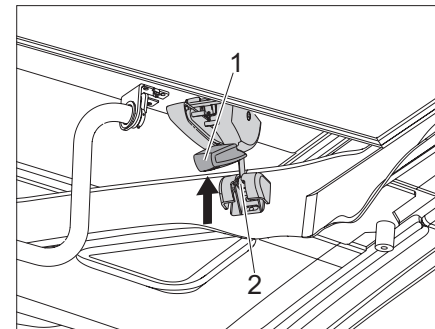

Fig. 43 Serrer les systèmes de verrouillage
- ▶ Avant le trajet, vérifier que les crochets de verrouillage des dispositifs de verrouillage (Fig. 43,1) à gauche et à droite sont correctement tendus. Si nécessaire, ajuster le verrouillage selon les instructions du fabricant SCA.
- ▶ Pousser le boulon (Fig. 43,2) dans le support.
- ▶ Appuyer sur les systèmes de verrouillage (Fig. 43,1) à gauche et à droite vers le haut.
- ▶ Vérifier que le boulon (Fig. 43,2) n'a pas de jeu.